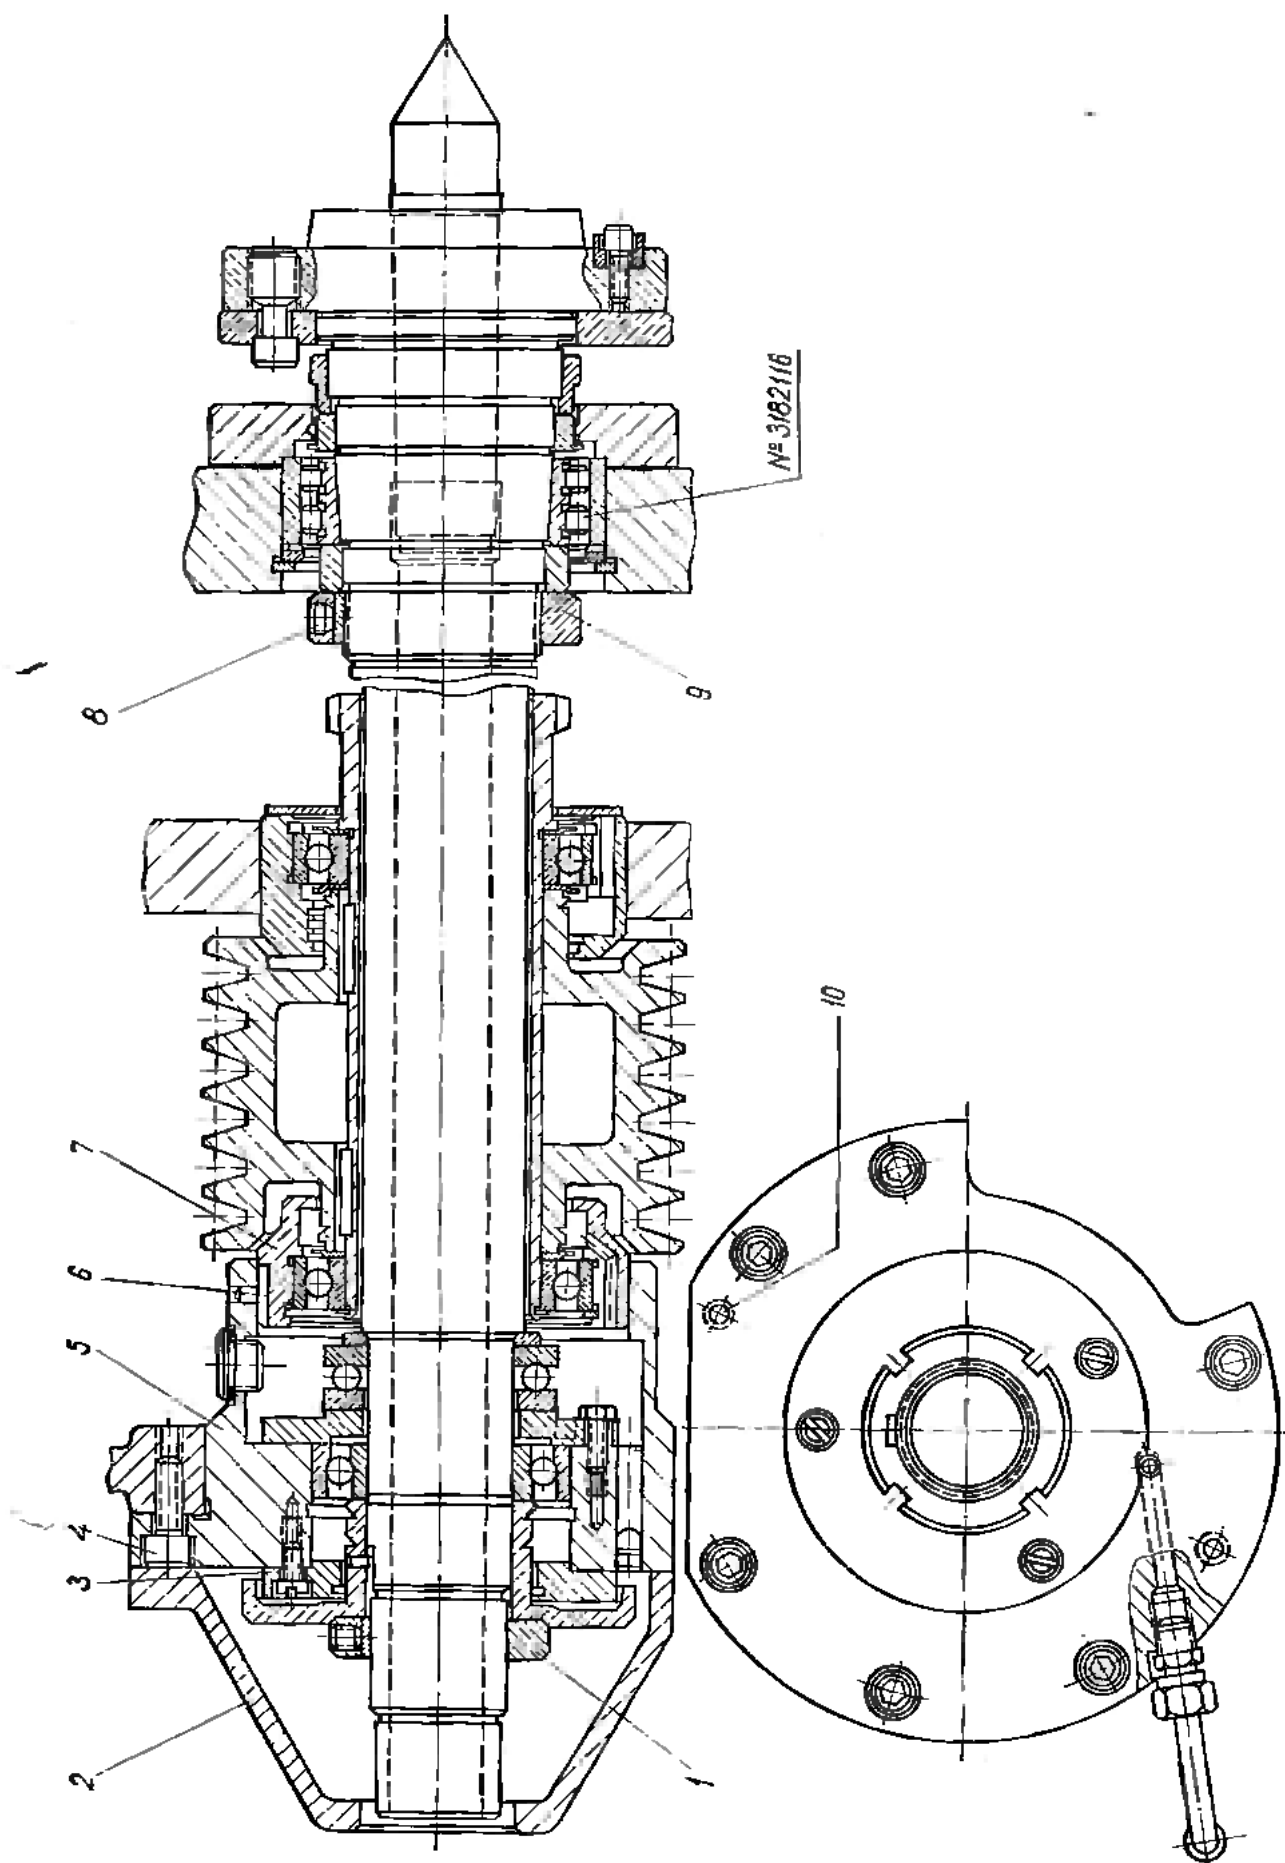

Рис. 16. Регулирование зазоров подшипников шпинделя
1. Регулирование радиального зазора в переднем подшипнике шпинделя осуществляется подтягиванием внутреннего кольца роликового 2-рядного цилиндрического подшипника № 3182116 на конусной шейке шпинделя посредством гайки 9, предварительно ослабив стопор 8 (рис. 16).
5. Замена ремней на шпинделе производится следующим образом: снимается защитный колпак 2 (рис. 16), гайка 1, фланец 3, вывертываются винты 4 и отсоединяются маслоподводящие трубки.